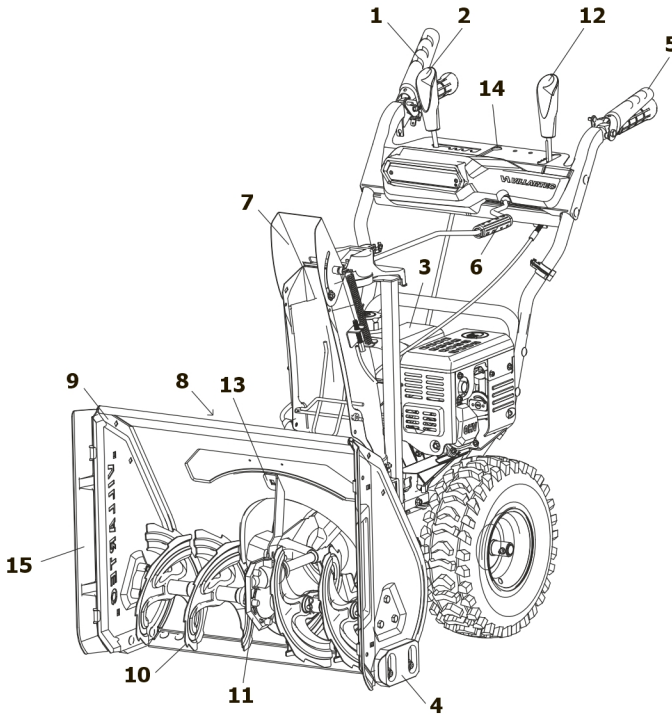

рис. 2
2.2 Общий вид снегоуборочной машины WB C-76, WB C-76 Plus, WB C-76 Full Comfort представлен на рис.2